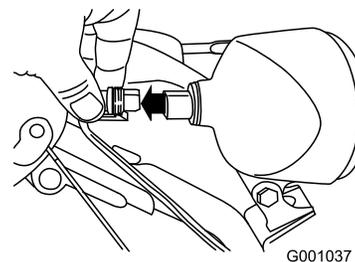

Bild 54
1. Nehmen Sie den Kabelanschluss hinten am Scheinwerfer ab (Bild 54).